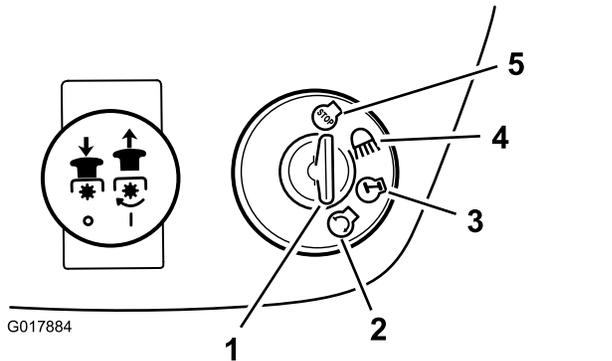

**図 9**
6. エンジンが冷えている時には、スロットルコントロールレバーを一番前の位置チョーク位置にセットする **図 9**。
8. エンジンが始動したら、スロットルレバーをゆっくりとFAST位置 **図 9**にスライドさせる。
1. スロットルレバーを SLOW 位置に動かす **図 9**。
2. キーを OFF 位置に回す **図 9**。